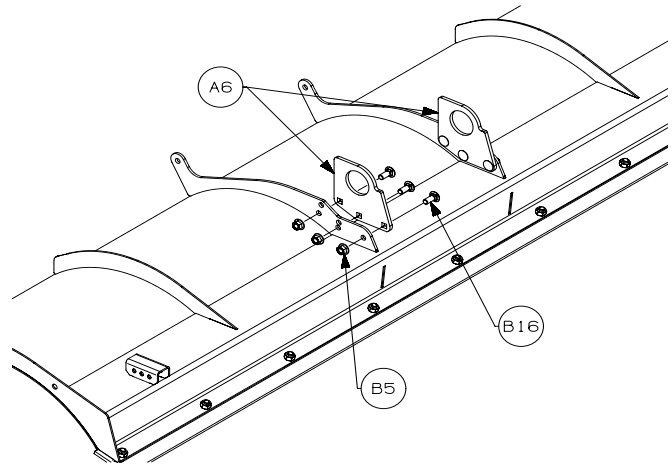

Abbildung 1
2. Sichern Sie sie mit den Befestigern (B5, B16). Ziehen Sie die Befestiger auf die angegebenen Drehmomente fest. Siehe Abbildung 1.